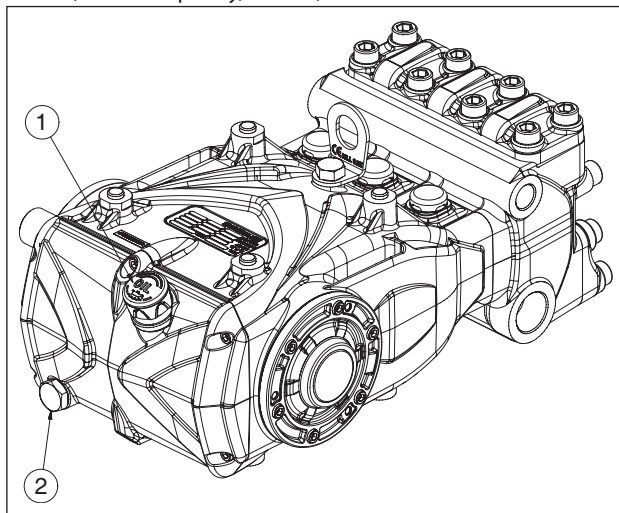

Рис. 1
Перед тем как приступить к ремонту механических компонентов, необходимо удалить масло из картера. Чтобы слить масло, необходимо снять масломерный щуп, поз. ①, а затем пробку, поз. ②, Рис. 1.